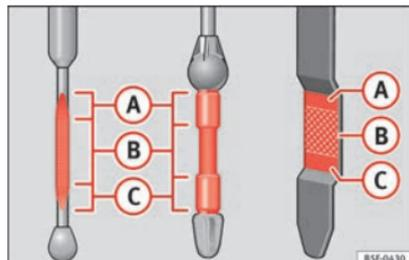

Fig. 175 Varilla de medición del nivel de aceite.
– A continuación, vuelva a extraerla y compruebe el nivel de aceite »» fig. 175. En caso necesario, reponga aceite del motor.